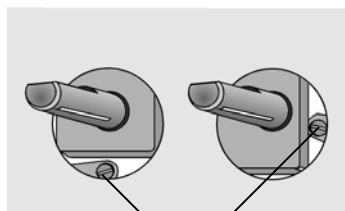

fig. 17
- Se reglează debitul economic cu ajutorul unei șurubelnițe subțiri introdusă în șurubul de reglare(D) până la obținerea unei flăcări de 5 mm (fig.17). În cazul gazului lichefiat (GPL) șurubul de reglare se rotește complet în sensul acelor de ceasornic.